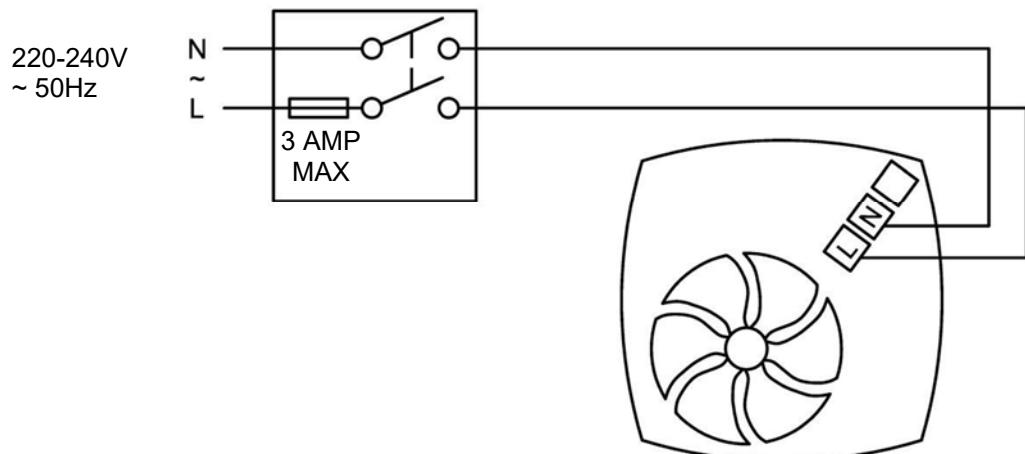
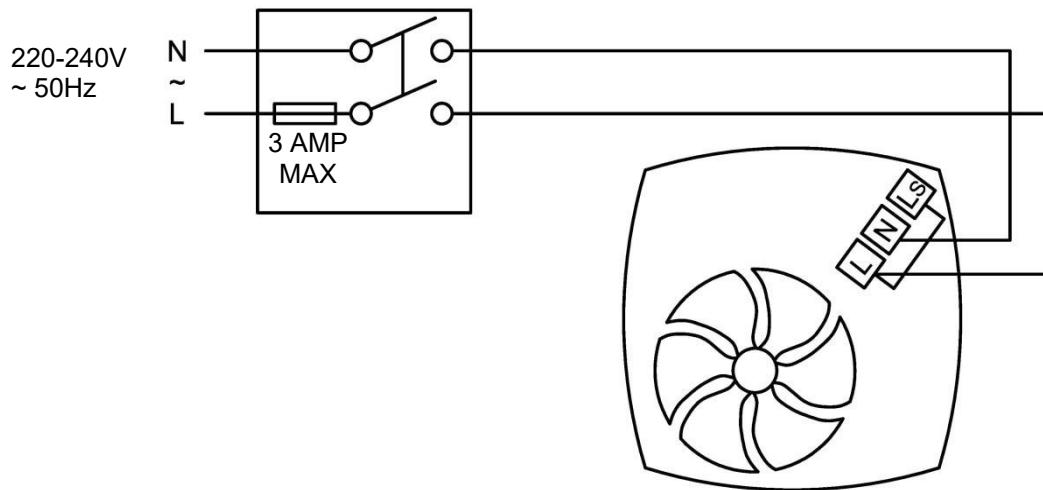

Fig.2: SUPRA (DESIGN) 100/125 T - SUPRA (DESIGN) 100/125 HT
Fig.3: SUPRA (DESIGN) 100/125 T - SUPRA (DESIGN) 100/125 HT
1. Kies het juiste aansluitschema en volg dit op. (Fig. 2 of 3)
Ventilator met enkele snelheid en nadraaitimer. De ventilator kan worden aangesloten op een verlichtingsschakelaar (Fig.3) of bedraad voor een basis aan/uit-bediening (Fig.2).